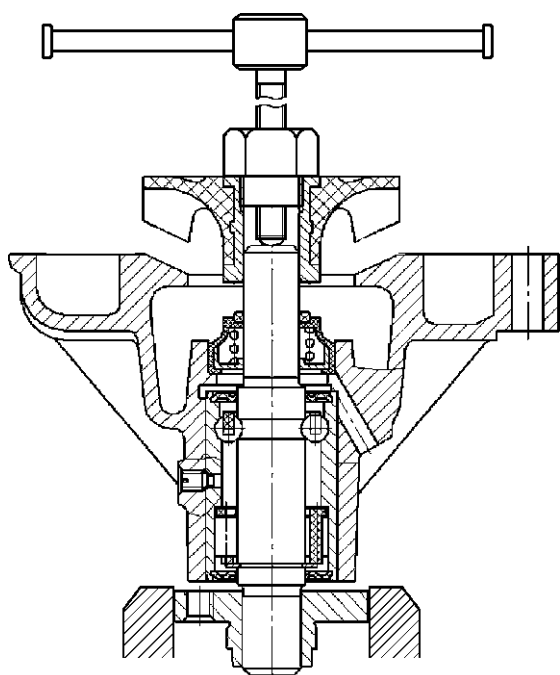

Рис. 4.49. Снятие крыльчатки насоса системы охлаждения
- снимите с помощью съемника крыльчатку (рис. 4.49);